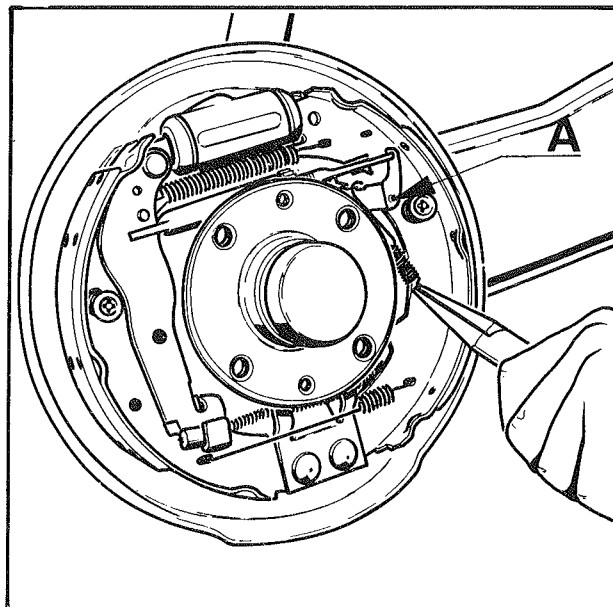

Fig. 8
- Positionner le levier de commande du système de rattrapage de jeu sur la goupille mécanindus (A) de la mâchoire comprimée et entre la mâchoire et la biellette de réglage (fig. 8).
- Monter le ressort de rappel du levier (fig. 8).